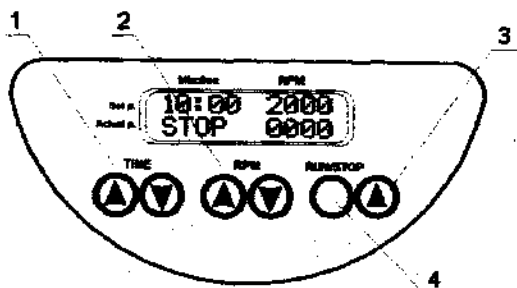

Рис.3 Панель управления
5.3 Откройте крышку, нажав на кнопку "▲" (рис. 3/3) и подняв крышку рукой (возможно только при остановленном роторе).
5.6 Используя кнопки "▲" и "▼" TIME (рис. 3/1), установите необходимый интервал времени в минутах (0 - 30 мин, шаг 1 мин).
5.7 Используя кнопки "▲" и "▼" RPM (рис. 3/2), установите необходимую скорость вращения (1000 - 3000 об/мин, шаг 100 об/мин). Скорость вращения можно изменять и во время работы центрифуги.
5.8 Для запуска центрифуги нажмите кнопку RUN/STOP (рис. 3/4), при этом в нижней строке дисплея появится мигающая индикация RUN и текущее значение скорости вращения. Таймер в верхней строке дисплея начинает отчет времени по достижении установленной скорости.
5.9 По истечении установленного интервала времени происходит остановка центрифуги, и на дисплее отображается мигающая индикация STOP, сопровождаемая звуковым сигналом после полной остановки (для прекращения сигнала нажмите кнопку RUN/STOP (рис.3/4).